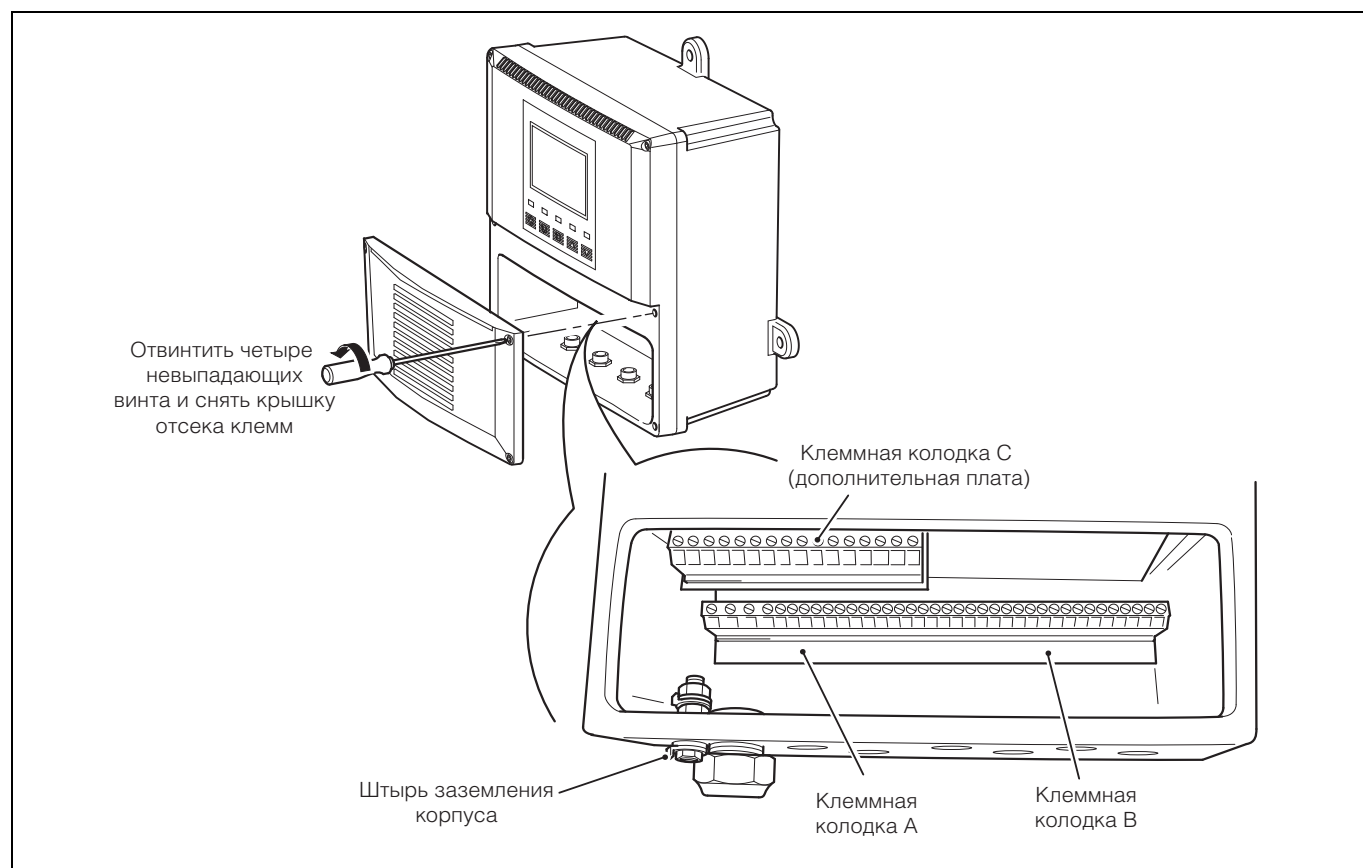
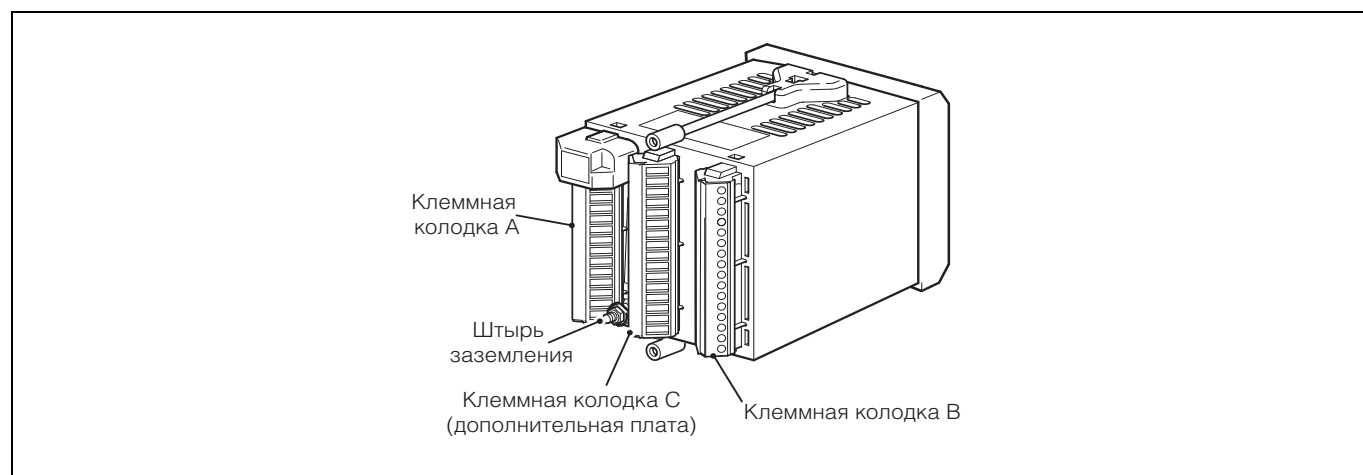

Рис. 6.8 Доступ к зажимам, анализатор настенного/трубного монтажа
Рис. 6.10 Доступ к зажимам, анализатор панельного монтажа
- Заземление источника питания **должно** быть подключено к штырю заземления на корпусе анализатора – см. Рис. 6.8 (анализаторы настенного/трубного монтажа) или Рис. 6.10 (анализаторы панельного монтажа).
- На корпусе анализатора имеется штырь заземления, предназначенный для присоединения к шине заземления – см. Рис. 6.8 (анализаторы настенного/трубного монтажа) или Рис. 6.10 (анализаторы панельного монтажа).
6.4.1 Доступ к зажимам – Рис. 6.8
- При подключении неметаллических кондуктометрических ячеек или металлических кондуктометрических ячеек, которые изолированы от земли, например, установлены в пластиковой трубе, необходимо соединить контакт В14 (и контакт В6 анализатора с двумя входами) со штырем заземления корпуса анализатора – см. Рис. 6.8.
6.5.1 Доступ к зажимам – Рис. 6.10
При подключении неметаллических кондуктометрических ячеек или металлических кондуктометрических ячеек, которые изолированы от земли, например, установлены в пластиковой трубе, необходимо соединить контакт B14 (и контакт B6 анализатора с двумя входами) со штырем заземления корпуса анализатора – см. Рис. 6.10.